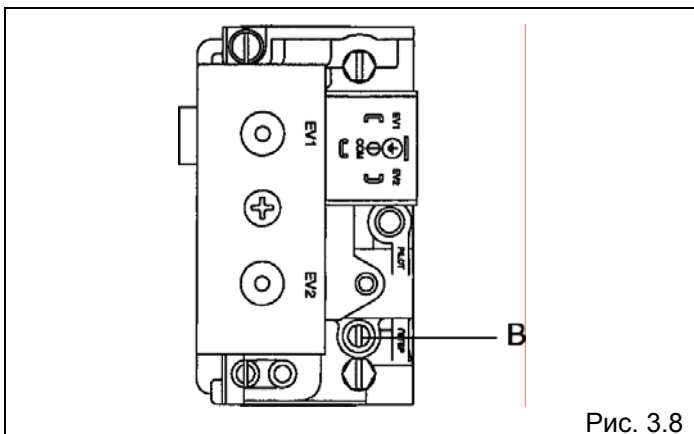

Рис. 3.8
- Вращая регулятор плавного розжига (В), установите требуемое давление медленного розжига (рис. 3.8).